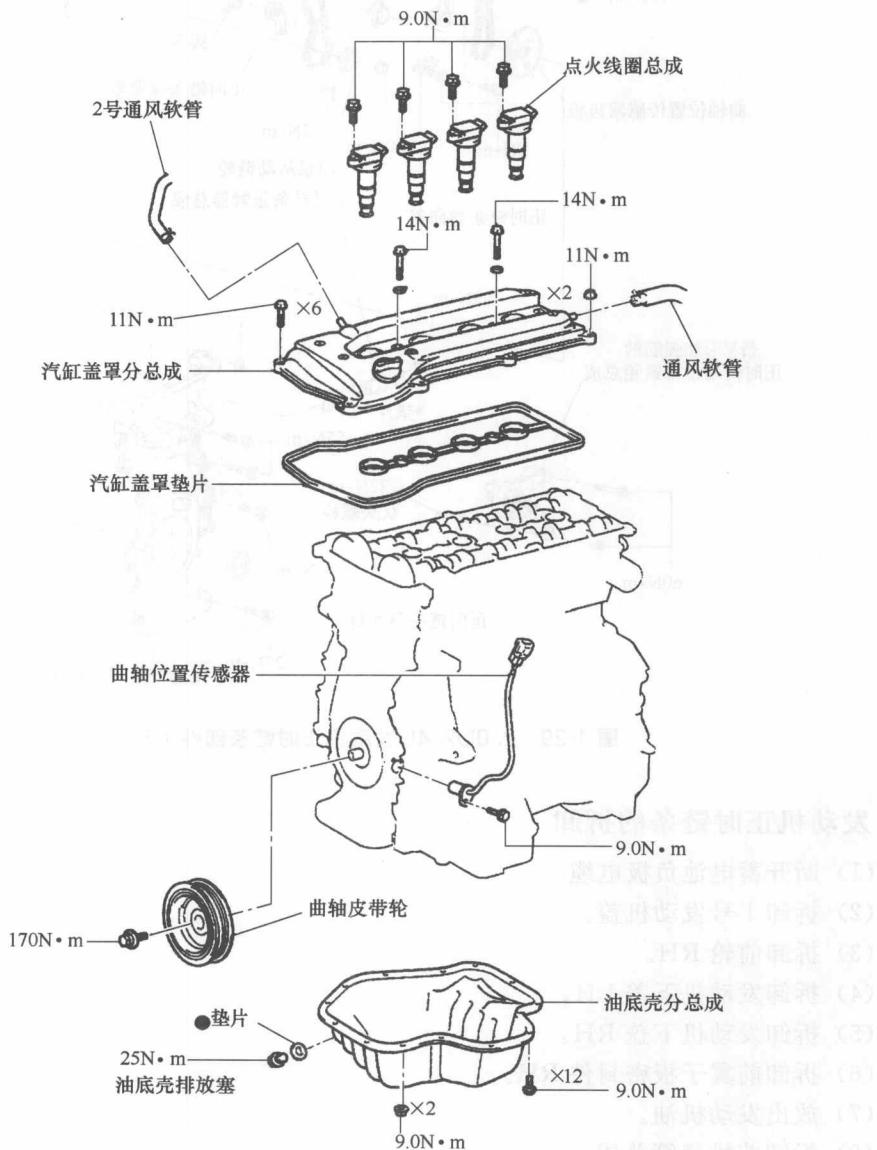

图1-28 2.0L/2.4L发动机正时链条部件(1)
2.0L/2.4L发动机正时链条部件如图1-28和图1-29所示。